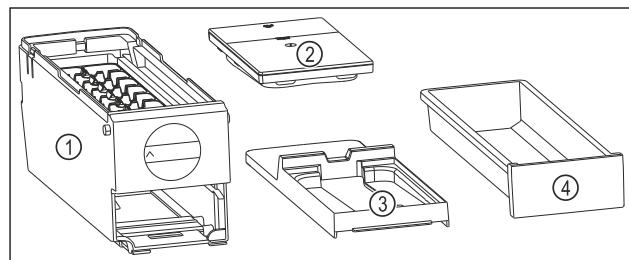

Fig. 98 Компоненти EasyTwist-Ice
- EasyTwist-Ice складається з чотирьох частин. (див. Fig. 98)
- Розбирайте EasyTwist-Ice тільки на зображені компоненти. (див. Fig. 98)
- Очистіть корпус EasyTwist-Ice Fig. 98 (1) без розбирання.